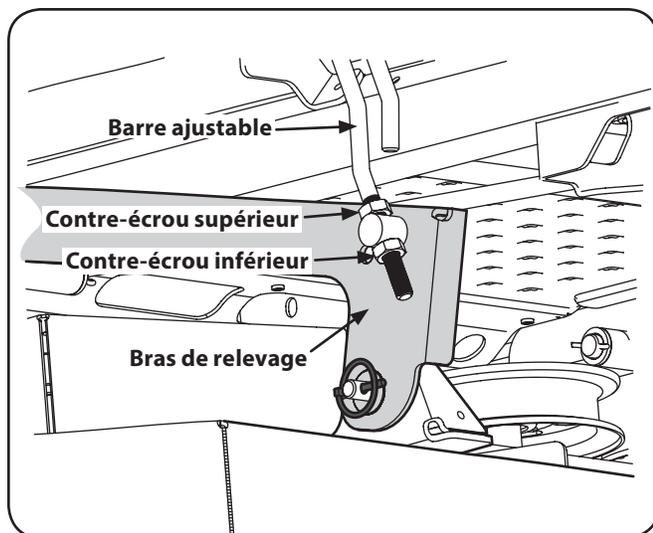

Figure 6-7
3. Desserrez le contre-écrou inférieur situé sur la barre ajustable qui est fixée au bras de relevage pour abaisser le plateau de coupe, puis serrez le contre-écrou supérieur pour fixer le plateau de coupe. Desserrez le contre-écrou supérieur et serrez le contre-écrou inférieur pour fixer le plateau de coupe. Voir Figure 6-7.